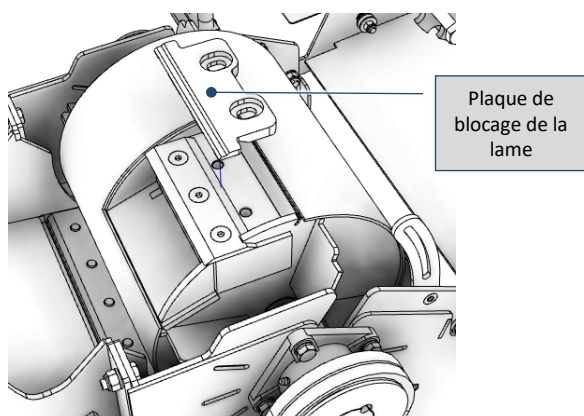

Fig. 9-28 – Retrait de la plaque de blocage de la lame
- 3) Retirez la plaque de maintien de la lame du tambour de broyage (Fig. 9-28);